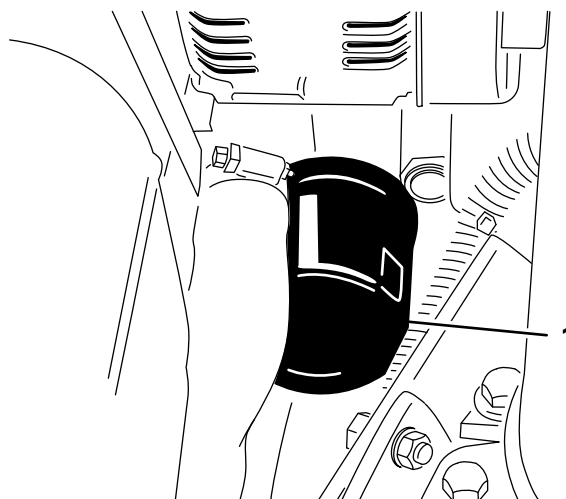

**Figura 61**
1. Retire cualquiera de los tapones de vaciado (Figura 61) y deje fluir el aceite a un recipiente apropiado; cuando todo el aceite se haya drenado, instale el tapón de vaciado.